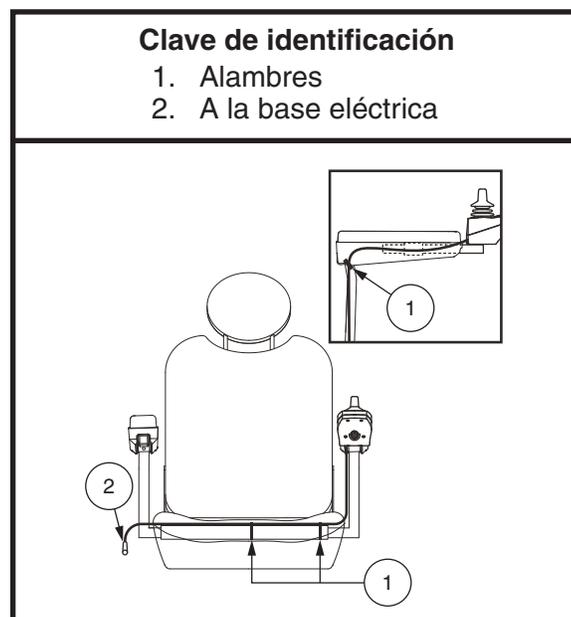

Figura 8. Disposición del regulador en un asiento contorneado
4. Instale el regulador y disponga el cable hacia la parte posterior de la base eléctrica. **Ver figura 8.**
6. Sujete el cable del mando al armazón del reposabrazos con uno o más alambres. **Ver figura 8.**